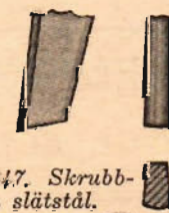
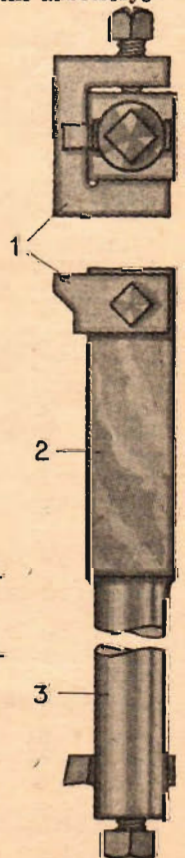

Fig. 247. Skrub- och slätstål.
Fig. 248. Hållare för stickstål.
Figur 246 föreställer ett spårstål av vanlig typ. Om eggen slipas konvex (fig 247), kan denna ståltyp även användas för skrub- och släthvling. För att spara verktygsmaterial använder man stålhållare med insatta småstål, fig 248. Den avbildade stålhållaren, som är cylindrisk nedtill (3), har ett fyrkantigt fäste 2, varigenom fastsättningen underlättas och hållaren får en stadig inspanning. Mindre stickstål och hållare, som äro försedda med runda skaft, fästas på vanligt sätt mot stålränna med V-format spår. Inriktningen av ståleggen blir här besvärligare, då det ej finns någon yta, som styr verktygsskaftet rätt i förhållande till stötslidens plan. Å andra sidan kan det ibland vara fördelaktigt att använda verktyg med runda skaft, emedan man kan vrida stålen i olika riktningar och härigenom öka en viss ståltyps användbarhet.
Om arbetsstyckets form gör att hållaren måste tas bort vid omslipning av stålet, är det lämpligt att förse fästet med ett ställbart anslag 1 (fig 248), som vid återinsättningen ger stålhållaren rätt vertikalt läge i förhållande till stötsliden och därmed också till arbetsstycket.